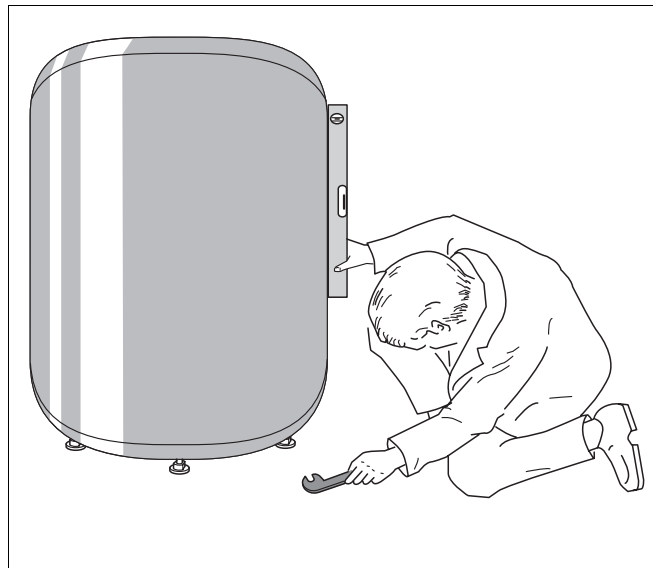

Abb. 5 Justieren der Fußschrauben (Prinzipabbildung)
- Speicher-Wassererwärmer durch Justieren der Fußschrauben senkrecht ausrichten (Abb. 5).